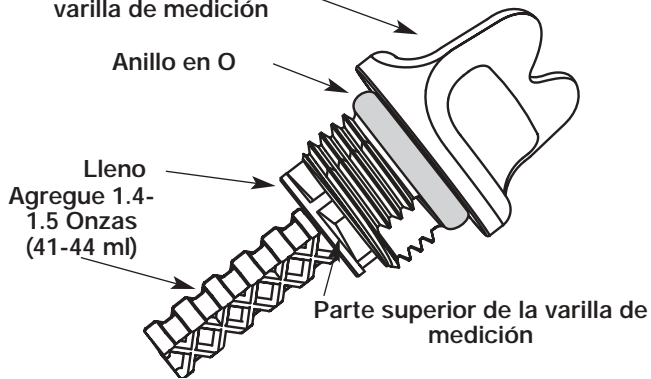

Fig. 27
5. Retire el tapón de relleno de aceite / varilla de medición e inspeccione el nivel del aceite. El aceite debe llegar hasta la parte superior de la varilla de medición (Fig. 27).
6. Si el nivel está bajo, agregue una pequeña cantidad de aceite en el orificio de llenado de aceite y vuelva a medir (Fig. 27). Repita hasta que el nivel de aceite llegue hasta la parte superior de la varilla de medición.
NOTA: Use la botella y la boquilla que guardó del uso inicial para medir la cantidad correcta. El nivel de 3.4 onzas (100 ml) está aproximadamente en la parte superior de la etiqueta de la botella (Fig. 31). Mida el nivel con la varilla de medición. Si el nivel está bajo, agregue una pequeña cantidad de aceite y vuelva a medir (Fig. 27). No lo llene demasiado.